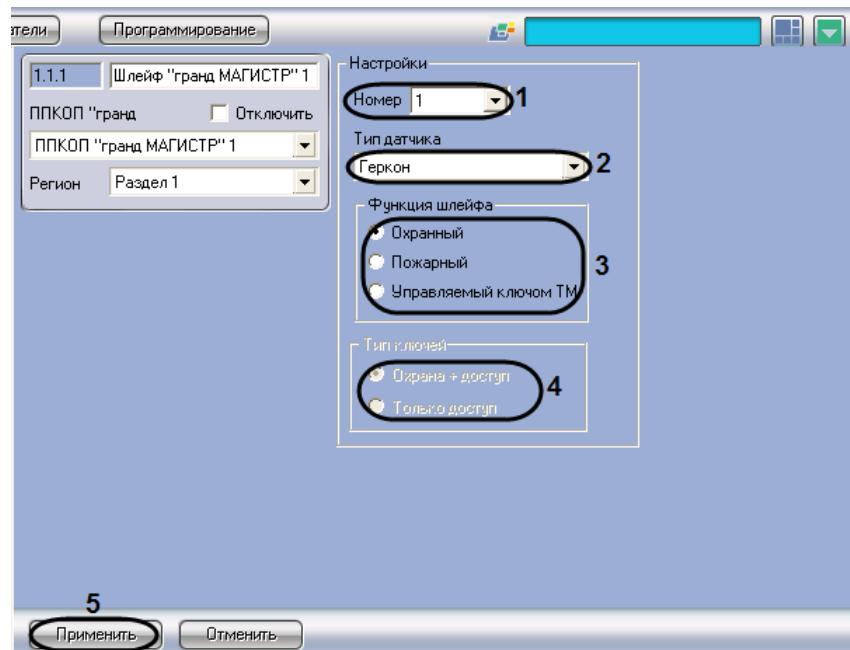

Рис. 3.4-2 Настройка шлейфа сигнализации
1. Перейти на панель настройки объекта **Шлейф “Гранд МАГИСТР”** (Рис. 3.4-2).
2. Из раскрывающегося списка **Номер** выбрать номер шлейфа сигнализации (см. Рис. 3.4-2, 1)
3. Из раскрывающегося списка **Тип датчика** выбрать тип датчика, включенного в шлейф сигнализации (см. Рис. 3.4-2, 2)
4. В группе **Функция шлейфа** установить переключатель в положение, соответствующее функции шлейфа сигнализации (см. Рис. 3.4-2, 3)
5. В группе **Тип ключей** установить переключатель в положение, соответствующее типу ключа Touch Memory, используемого для управления шлейфом сигнализации (ключ охраны и доступа или ключ только доступа) (см. Рис. 3.4-2, 4).
Примечание. Данная настройка доступна для редактирования в случае, если в группе Функции шлейфа выбрано значение Управляемый ключом ТМ (см. Рис. 3.4-2, 3).
6. Для сохранения внесенных изменений в базе данных ПК ACFA Intellect нажать кнопку **Применить** (см. Рис. 3.4-2, 5).